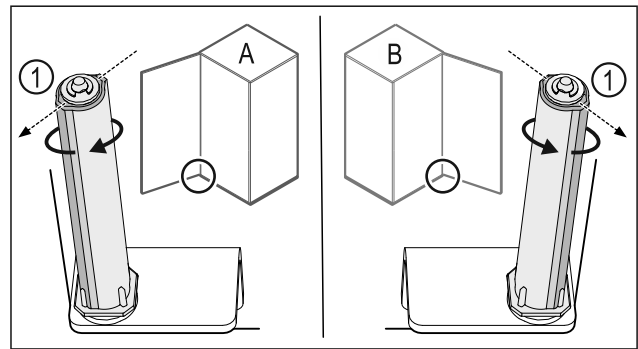

Fig. 45 Tope izquierdo (A) / Tope derecho (B)
- ▶ Girar el sistema de cierre contra la resistencia hasta que la barra del sistema de cierre Fig. 45 (1) apunte hacia afuera.